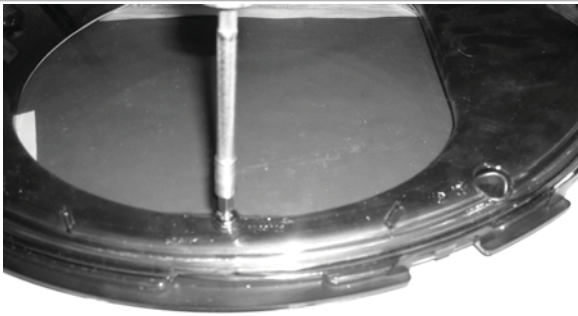

Figure 7
8. Enlevez la vis qui fixe la lentille. (Figure 7).